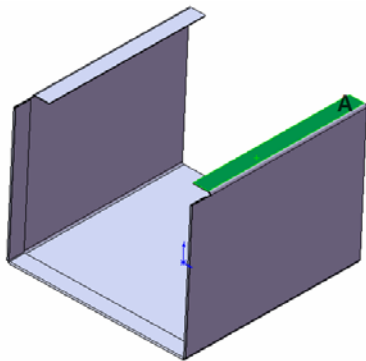

图 10-76 选择绘图基准面
① 选择绘图基准面。单击钣金件的面 A, 单击“标准视图”工具栏中的“正视于”图标 , 将该基准面作为绘制图形的基准面, 如图 10-76 所示。